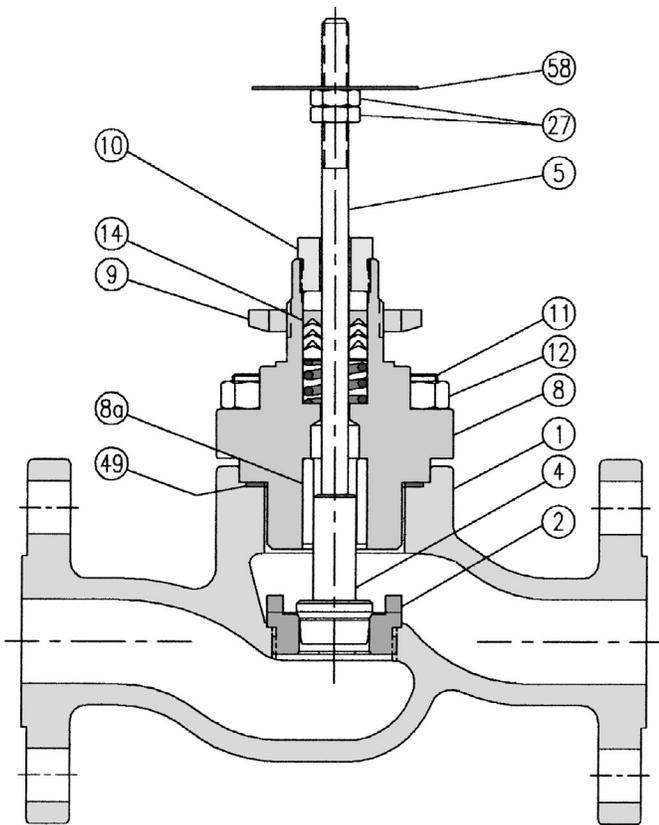

Рис. 1. Корпус клапана 24000CVF в сборе со стандартным подпружиненным уплотнением из ПТФЭ
1. Разберите клапан в соответствии с данным ранее описанием. Удалите контргайки (27) и указательный диск (58), затем через сальниковую коробку выверните шток заглушки (5). Извлеките толкатель уплотнения (10). Удалите старое уплотнение (14), протолкнув его из нижней части колпачка (8).
2. **Стандартное подпружиненное кольцевое уплотнение из манжет V-образного сечения из ПТФЭ (см. рис. 1, стр. 6, рис. 6, стр. 13).** Аккуратно вставьте каждый элемент в порядке, указанном на рисунке 6 на странице 13. Поворачивайте толкатель уплотнения (10) до тех пор, пока заплечики не окажутся на колпачке (8). Это позволит сжать пружину уплотнения (6), чтобы добиться постоянной изоляции штока на протяжении всего срока службы уплотнения.